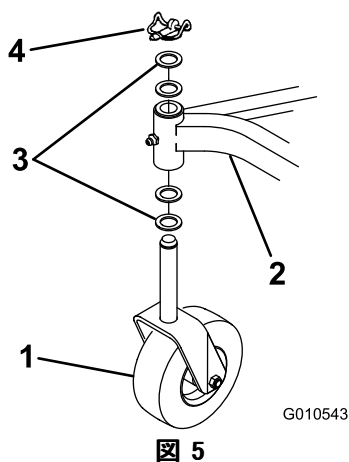

図 5
2. 各キャスタホイール・アセンブリに付いている出荷用のリンチピンとスラストワッシャ(2枚)を取り外す。各シャフトにスラストワッシャ 2 枚を残し、シャフトをフレームの取り付けチューブに挿入し、スラストワッシャとリンチピンを取り付ける (図 5)。